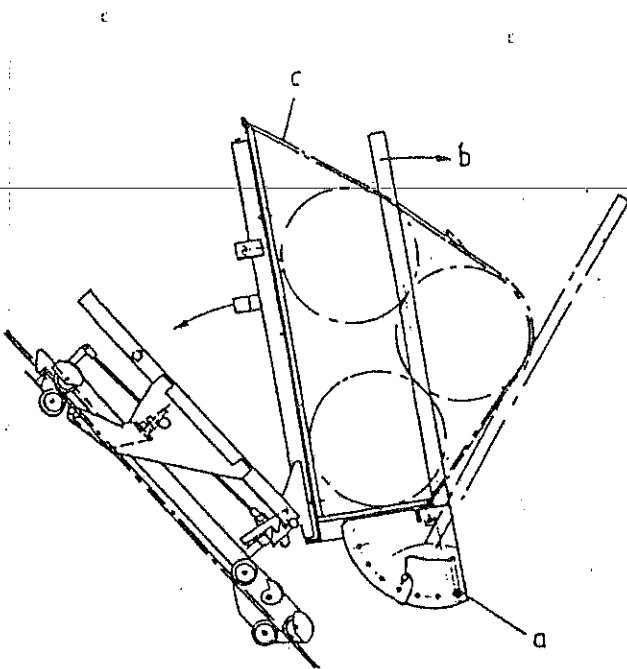

Fig. 19
- * Estrarre i due perni ad innesto (fig. 19.a) e regolare i longheroni in base alle rotoli da caricare (fig. 19b).